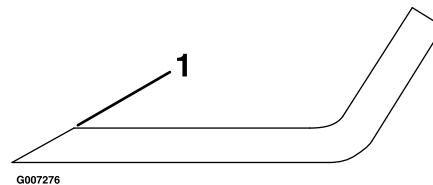

**Figura 40**
2. Con la llave inglesa todavía colocada en el perno de la cuchilla, mantenga inmóvil el eje de la cuchilla y utilice un trapo o un guante bien acolchado, intente hacer girar la cuchilla. Si la cuchilla gira con relación al protector del eje sin apretar más el perno de la cuchilla, la arandela elástica ha sido aplanada o dañada y el conjunto de perno y arandela debe ser sustituido (Figura 40). Consulte las secciones Cómo retirar las cuchillas y Cómo instalar las cuchillas.
Sujete el extremo de la cuchilla usando un trapo o un guante densamente acolchado (o coloque una llave inglesa en la tuerca superior de la roldana). Retire el conjunto del perno de la cuchilla y la arandela, la arandela y la cuchilla del eje de la cuchilla (Figura 40).
1. Instale la cuchilla en el eje (Figura 40).